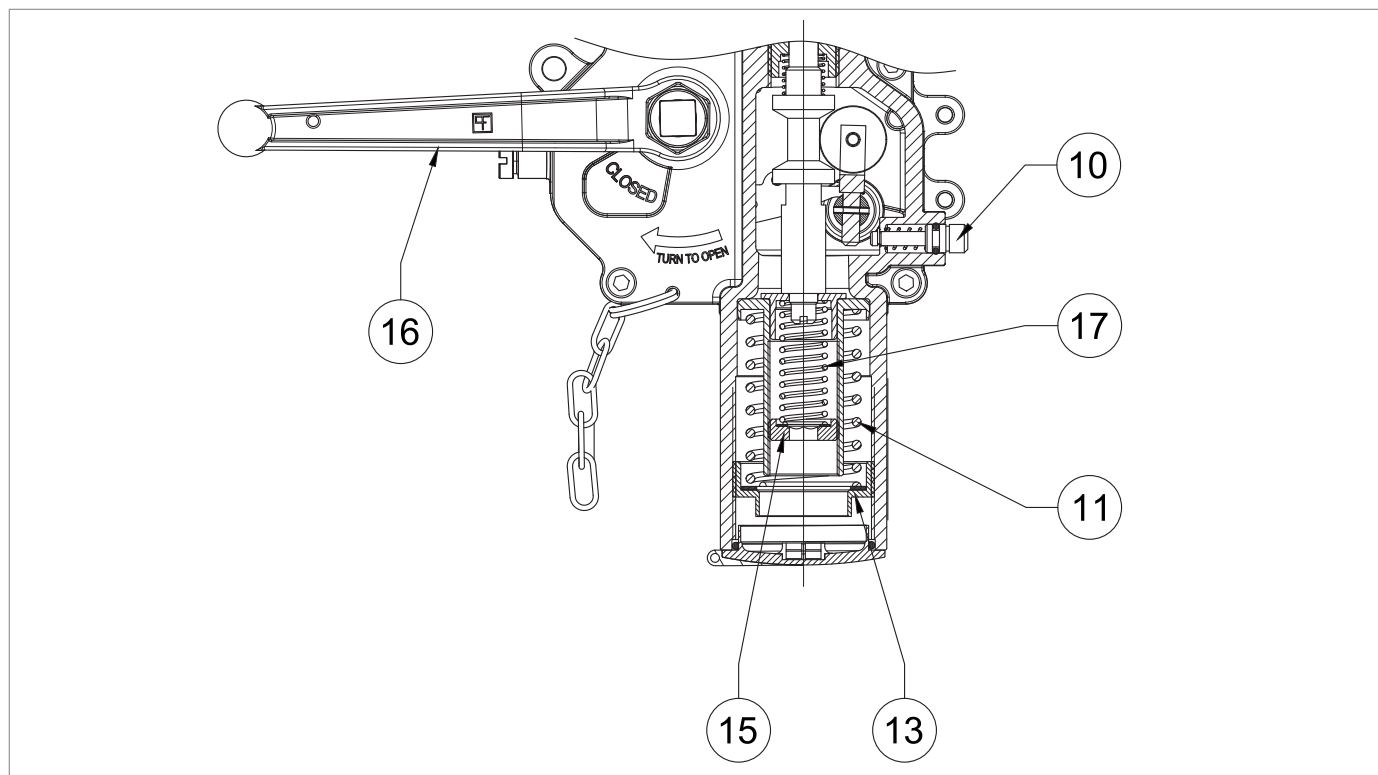

Fig. 8.14. Taratura dei pressostati SN
2	<p>Verificare che la valvola di blocco (3) sia in posizione di chiusura.</p> <div style="border: 1px solid blue; padding: 5px;"> <p> AVVISO!</p> <p>Se la valvola di blocco (3) è in posizione di apertura, chiuderla tramite pulsante manuale (Fig. 8.14, rif. 10).</p> </div>
5	Pressurizzare lentamente la linea di trasporto o di regolazione, agendo sulla leva di riarmo (Fig. 8.14, rif. 16) della valvola di blocco (fare riferimento alla sezione “Funzionamento” del par. 4.2), controllando che la pressione di valle (Pd) indicata dal manometro di valle (5) sia inferiore del 20% del valore di intervento del pressostato.